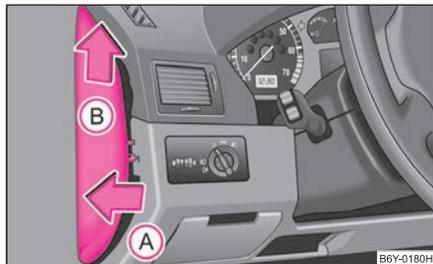

Abb. 165 Linke Seite der Schalttafel: Sicherungsdeckel
- Setzen Sie den Schraubendreher unter dem Sicherungsdeckel (am Ausschnitt in dem Sicherungsdeckel) an, hebeln Sie ihn vorsichtig in Pfeilrichtung (A) ab und nehmen ihn entgegen der Pfeilrichtung (B) heraus → Abb. 165.
- Schieben Sie den Sicherungsdeckel in der Schalttafel zuerst in Pfeilrichtung (B) und drücken Sie dann den Sicherungsdeckel so entgegen der Pfeilrichtung (A), dass die Führungsnasen in den Öffnungen der Schalttafel einrasten.